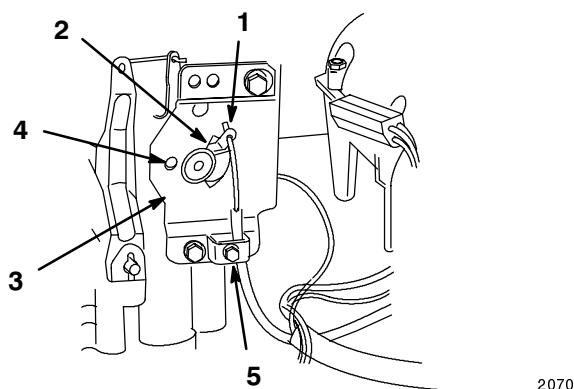

Figure 5
1. Mettre la commande des gaz en position RAPIDE (Fig. 5).
2. Accrocher l'extrémité pliée en Z du câble dans le trou du levier de commande (Fig. 5).
3. Desserrer la vis du pontet pour permettre le passage du câble, et ne pas la resserrer (Fig. 5).